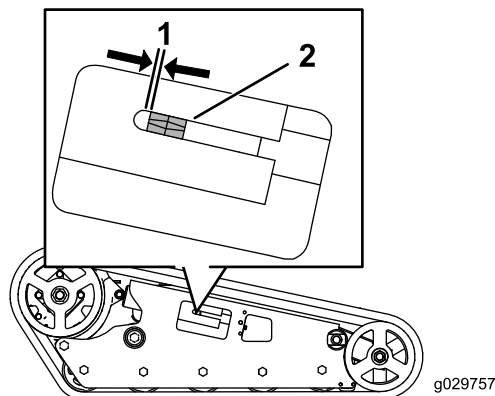

Figura 54
Il dado di tensione deve essere a distanza di 0,64 cm dalla tangente della scanalatura del tubo di tensione (Figura 54). In caso contrario, regolate la tensione dei cingoli eseguendo la procedura di seguito riportata:
4. Utilizzando una chiave a tubo da 1/2", girate la vite di tensione in senso antiorario fino a portare la distanza tra il dado di tensione e la parte posteriore del tubo di tensione a 0,64 cm, come illustrato nella Figura 54.
10. Girate la vite di tensione in senso antiorario fino a portare la distanza tra il dado di tensione e la parte posteriore del tubo di tensione (Figura 54) a 0,64 cm.
10. Girate la vite di tensione in senso antiorario fino a portare la distanza tra il dado di tensione e la tangente della scanalatura del tubo di tensione (Figura 54) a 0,65 cm.